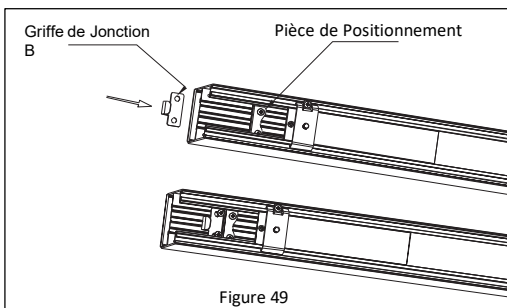

Figure 49
2. Glissez la griffe de jonction B dans la pièce de positionnement des luminaires puis fixez-la à l'aide des vis fournies. **Reportez-vous à la Figure 49.**